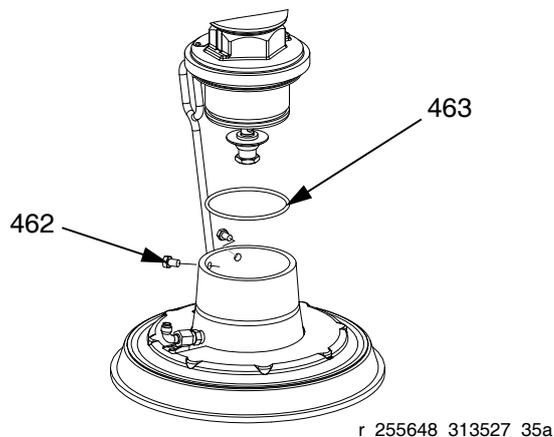

**FIG. 18: Kit di montaggio 113 e 208 litri (55 e 30 galloni)**
1. Collocare gli anelli di tenuta (428) del kit di montaggio 255392 sulla piastra. Collocare la pompante sulla piastra, se è collegata a quest'ultima. Vedere la FIG. 18.
2. Fissare la flangia della presa della pompa con le viti (426), le rondelle (425) e i morsetti (427) inclusi nel kit di montaggio 255392.